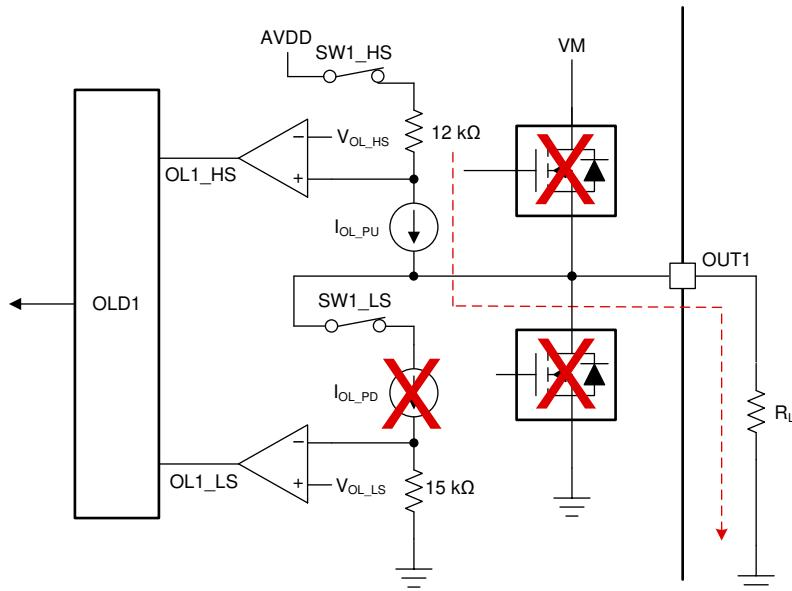
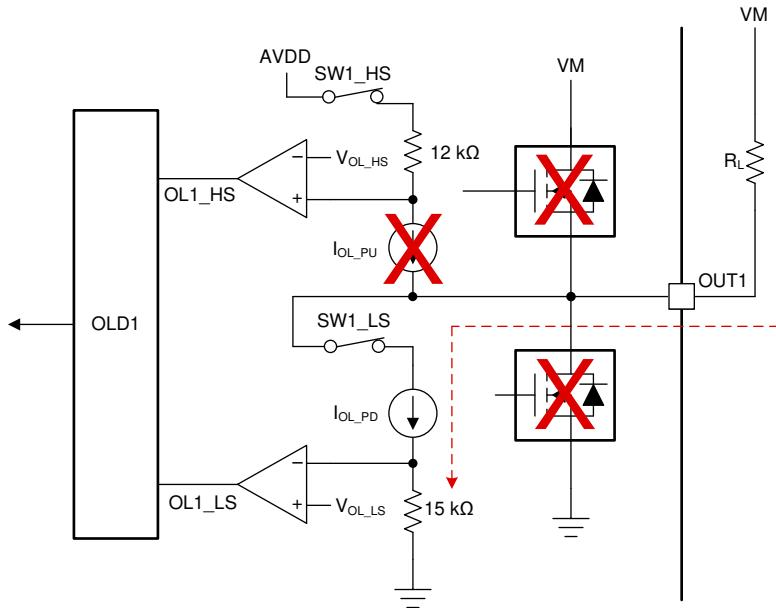

図 8-18. グランド (GND) に接続された負荷の開放負荷検出回路
図 8-20. 電源電圧 (VM) に接続された負荷の開放負荷検出回路
OLD 回路は、電流源 (および電流シンク)、直列シーケンス スイッチ (デジタル コアによってシーケンスされる)、抵抗、コンパレータの 4 つの主要コンポーネントで構成されています。グランド (GND) に接続された負荷の場合、図 8-18 に示すように、電流源 (I_{OL_PU}) が OUTx ノードを内部レギュレータ電圧 (AVDD) にプルアップし、電流は内部レギュレータ電圧 (AVDD) から接続負荷を介してグランドに流れます。さらに、電源 (VM) に接続された負荷の場合、図 8-20 に示すように、電流シンク (I_{OL_PD}) が電源電圧 (VM) から接続負荷を経由してグランドに電流をプルダウンします。OUTx 端子に接続された負荷の抵抗は、ソース / シンク電流を変化させ、間接的に 2 つの抵抗 (12kΩ と 15kΩ) 間の電圧降下を変化させます。2 つの抵抗間のこの電圧降下は、内部コンパレータによって基準電圧 (V_{OL_HS} と V_{OL_LS}) と比較され、OL1_HS と OL1_LS として出力されます。このコンパレータ出力は、開放負荷条件を判定するために開放負荷デジタル回路に供給されます。
図 8-18 に、内部 OLD 回路を持つグランドに接続された負荷を示します。ハイサイドの開放負荷シーケンスがアクティブになると (SW1_HS がオン、SW1_LS がオフ)、電流源 (I_{OL_PU}) が OUT1 ノードを内部レギュレータ電圧 (AVDD) にプルアップし、電流は内部レギュレータ電圧 (AVDD) から接続負荷 (R_L) を介してグランドに流れます。このとき、負荷の有無によって、以下の 3 つのケースが考えられます。
8.2.3.3 電源 (VM) に接続された負荷の OLD
図 8-20 に、内部 OLD 回路を持つ電源 (VM) に接続された負荷を示します。ローサイドの開放負荷シーケンスがアクティブになると (SW1_HS がオフ、SW1_LS がオン)、電流シンク (I_{OL_PD}) が OUT1 ノードを電源電圧 (V_{VM}) にプルダウンし、電流は電源 (VM) から接続負荷 (R_L) を介してグランドに流れます。このとき、負荷の有無によって、以下の 3 つのケースを考えられます。